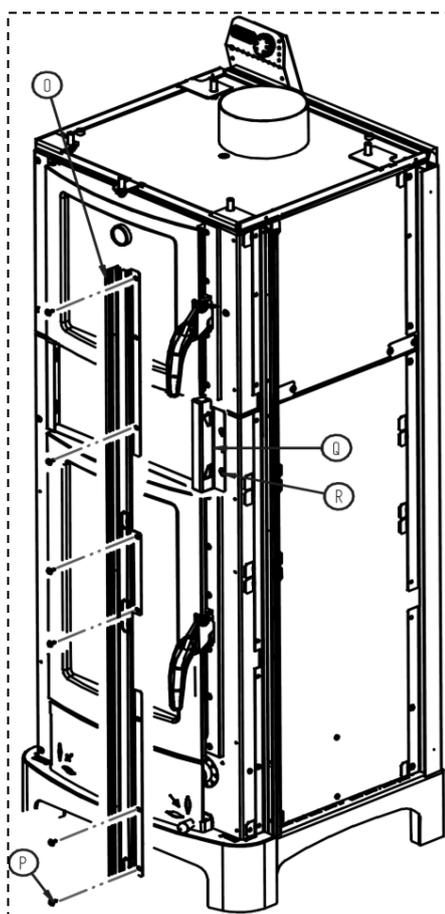
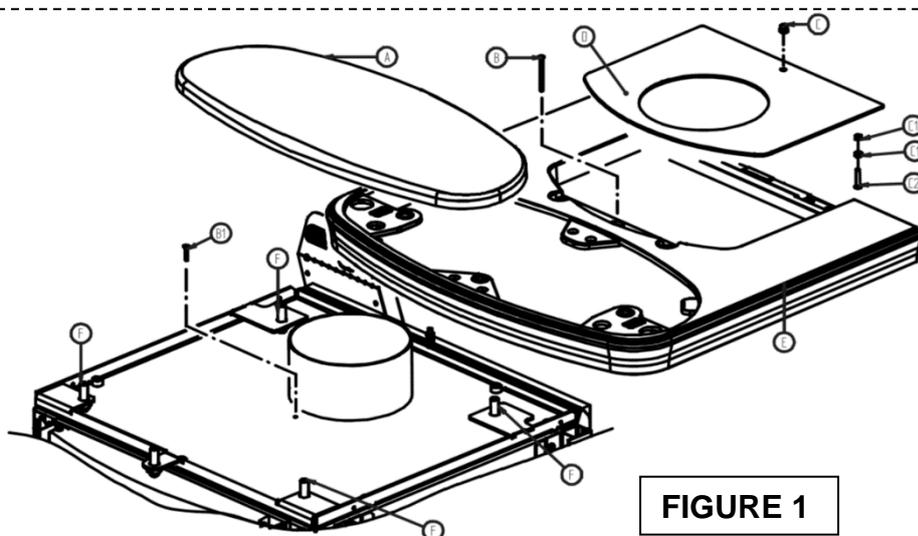

FIGURE 2
FIGURE 1
- 2) Retirez le couvercle **D** en agissant sur les vis **C-C1-C2** (figure 1).
- 3) Dévissez la vis **B** et retirez le couvercle en fonte **E** (figure 1), fixez la vis **B1** fournie dans le trou où était fixée la vis **B**.
- 4) Dévissez les vis **P** et enlevez les supports céramiques **O** (figure 2).
- 5) Dévissez les 4 vis **R** et ôtez le support **Q** (figure 2).
- 9) Positionnez maintenant le couvercle en fonte **E** en le soulevant ou en l'abaissant à l'aide des vis **F** (figure 1).
• Nettoyez les surfaces intérieures du parcours des fumées et le faisceau tubulaire. Pour ce faire, ouvrez la porte de chargement, ôter la plaque de vermiculite (figure 1) et ouvrez le bouchon S qui, sur le modèle ARDHEA-F EVO5, se trouve à l'arrière (figure 2), tandis que sur le modèle ARDHEA EVO5, il se trouve sous le couvercle en fonte (figure 3).